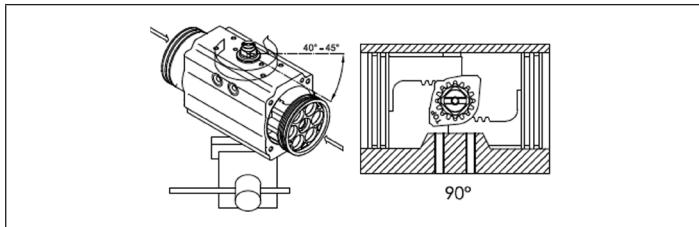

Bild 14: Gehäuse im Uhrzeigersinn drehen
- Bei Standarddrehrichtungsmontage Ausführung ST (im Uhrzeigersinn schließend) das Gehäuse (Pos. 50) um 40-45° im Uhrzeigersinn drehen (siehe Bild 14:),